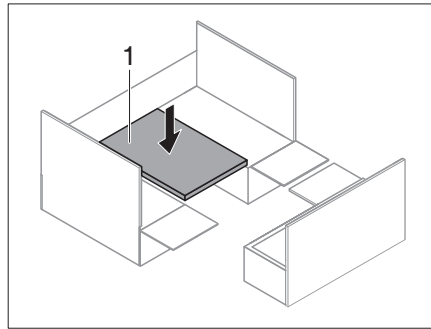

Fig. 195 Table accrochée vers le bas
- Faire passer la table accrochée (Fig. 195,1) du rail d'accrochage supérieur au rail d'accrochage inférieur.